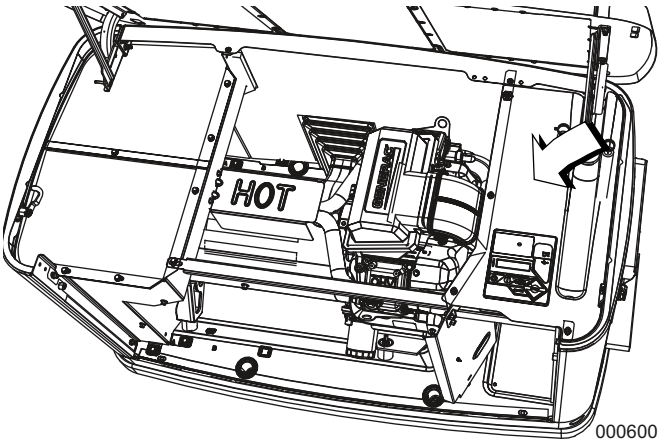

Figura 2-4. Inspección en busca de daños
- 7. Una vez que la tapa esté abierta, retire el tablero de acceso delantero levantándolo hacia arriba y afuera. También retire el panel negro, indicado por la flecha, sobre la parte superior de la zona de conexiones del cliente. Vea la **Figura 2-4**.